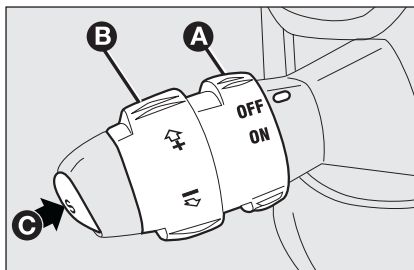

fig. 54
Tourner la bague **A-fig. 54** en position **ON**.
- tourner la bague **A-fig. 54** sur **ON** et en écrasant sur la pédale de l'accélérateur, porter la voiture à la vitesse souhaitée;
- appuyer sur le bouton **C-fig. 54**.
- en tournant momentanément la bague **B-fig. 54** sur (+).
- en maintenant la bague **B-fig. 54** tournée sur (-) jusqu'à atteindre la nouvelle vitesse qui restera automatiquement mémorisée.
Tourner la bague **A-fig. 54** sur **OFF** ou la clé de contact sur **STOP**. En outre, le dispositif est automatiquement désenclenché dans les cas suivants:
En cas de mauvais fonctionnement ou en cas d'avarie du dispositif, tourner la bague A-fig. 54 sur OFF et s'adresser au Réseau Après-vente Fiat après avoir contrôlé l'intégrité du fusible de protection.